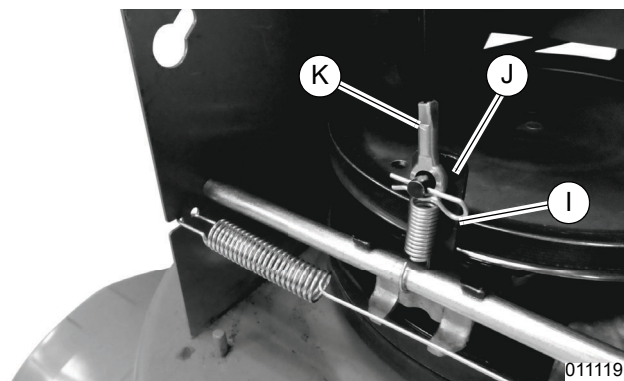

Figura 4-23. Retiro del pasador y del cable de tracción
8. Consulte la **Figura 4-23**. Retire el pasador (I) y el cable de tracción (K) del soporte de transmisión de tracción (J).